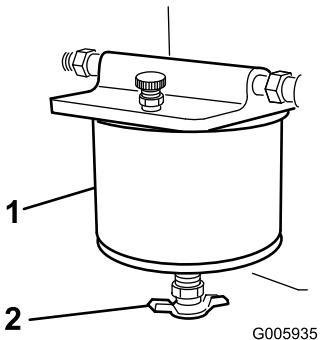

Рисунок 13
3. Поворачивайте сливной клапан, пока из фильтра не потечет вода (Рисунок 13).